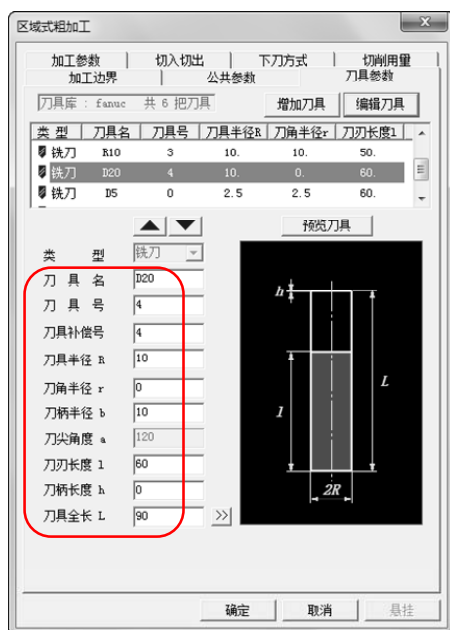

图 2-14 “刀具参数”选项卡
7) 单击“刀具参数”选项卡，选择刀具名称为“D20,r0”，D 代表刀具直径，r 代表刀角半径的平底刀。具体“刀具参数”参数数值如图 2-14 所示。